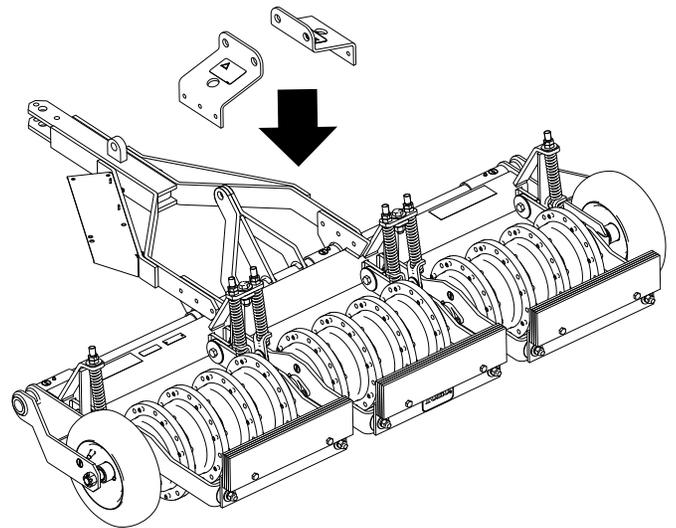

Bild 6
3. Fluchten Sie die Halterungen am Aerifizierer aus, wie in Bild 6 abgebildet.